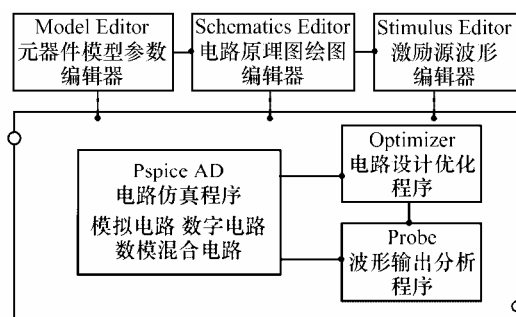

图 1-1 PSpice 软件包的组件
Spice (Simulation Program with Integrated Circuit Emphasis) 是一种通用电路分析程序, 能够分析和模拟一般条件下的各种电路特性。PSpice 是 Spice 家族的一员, 其主要算法与 Spice2 相同。它是由美国 Microsim 公司于 1984 年推出的。由于 PSpice 可以应用于 IBM 个人计算机 (PC) 上, 使得工科院校的学生可以应用计算机进行电路设计, 因而 PSpice 越来越流行。随着版本的升级, PSpice 的功能不断完善。由于其 PSpice AD 高超的电路仿真能力, Microsim 公司被 EDA (Electronics Design Automation) 领域最负盛名的公司 OrCAD 并购, PSpice 程序因此正式更名为 OrCAD PSpice AD, 版本升级至 V9。PSpice 主要包括 Schematics、PSpice、Probe、Stmed (Stimulus Editor)、Model Editor (Parts) 等 5 个软件包, 这些程序的协作关系如图 1-1 所示。